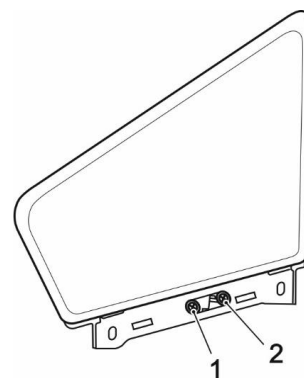

**Рис. 13.5 Положение регулировочных винтов блок-фары**
5. Включить ближний свет и отрегулировать световые пучки вращением винтов 1 и 2 (рис. 13.5) при помощи отвёртки. Закрыв одну из фар, отрегулировать другую регулировочными винтами так, чтобы светотеневая граница пучка ближнего света была расположена так, как показано на рисунке 13.4. Затем, таким же образом следует отрегулировать другую фару.